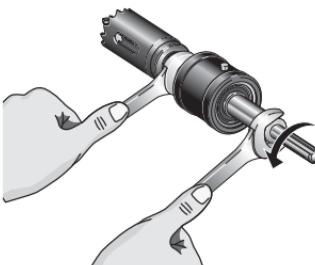

Figure 17 – Remplacement de l'arbre du mandrin
2. Desserrez et retirez l'arbre à l'aide d'une clé de  $\frac{3}{8}$ " (Figure 17).